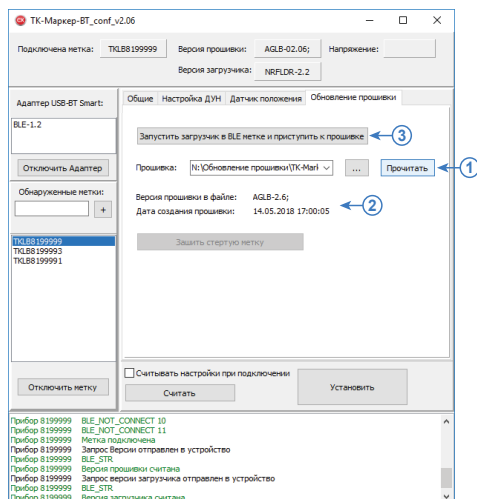

Рис.24. Обновление прошивки.
- Нажать кнопку «Прочитать» для чтения версии и даты создания файла обновлений (Рис.24, п.1). Информация о выбранном файле появится на вкладке (Рис.24, п.2).
- Нажать кнопку «Запустить загрузчик в BLE метке и приступить к прошивке» (Рис.24, п.3).